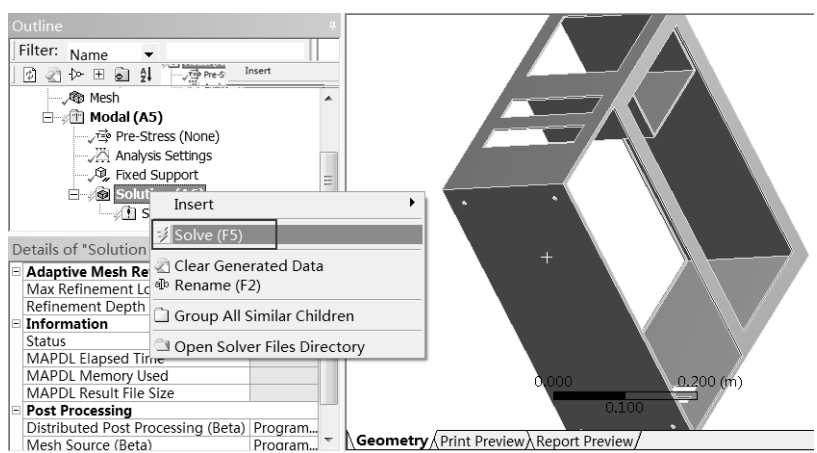

图 6-21 求解
Step4：在 Outline（分析树）中的 Modal（A5）选项上右击，在弹出的快捷菜单中选择  Solve 命令，如图 6-21 所示，此时会弹出进度显示条，表示正在求解，当求解完成后进度条自动消失。